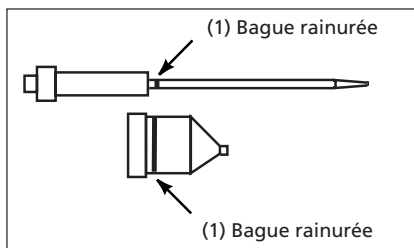

Figure 2 - Nécessaire d'aiguille et buse pour matériel mince
2. L'aiguille et buse pour matériel mince ont une seule bague rainurée, indiquée sur la Figure 2 ci-dessous.
6. Installer le montage d'aiguille/buse convenable au matériel utilisé (Figures 2, 3 & 4).